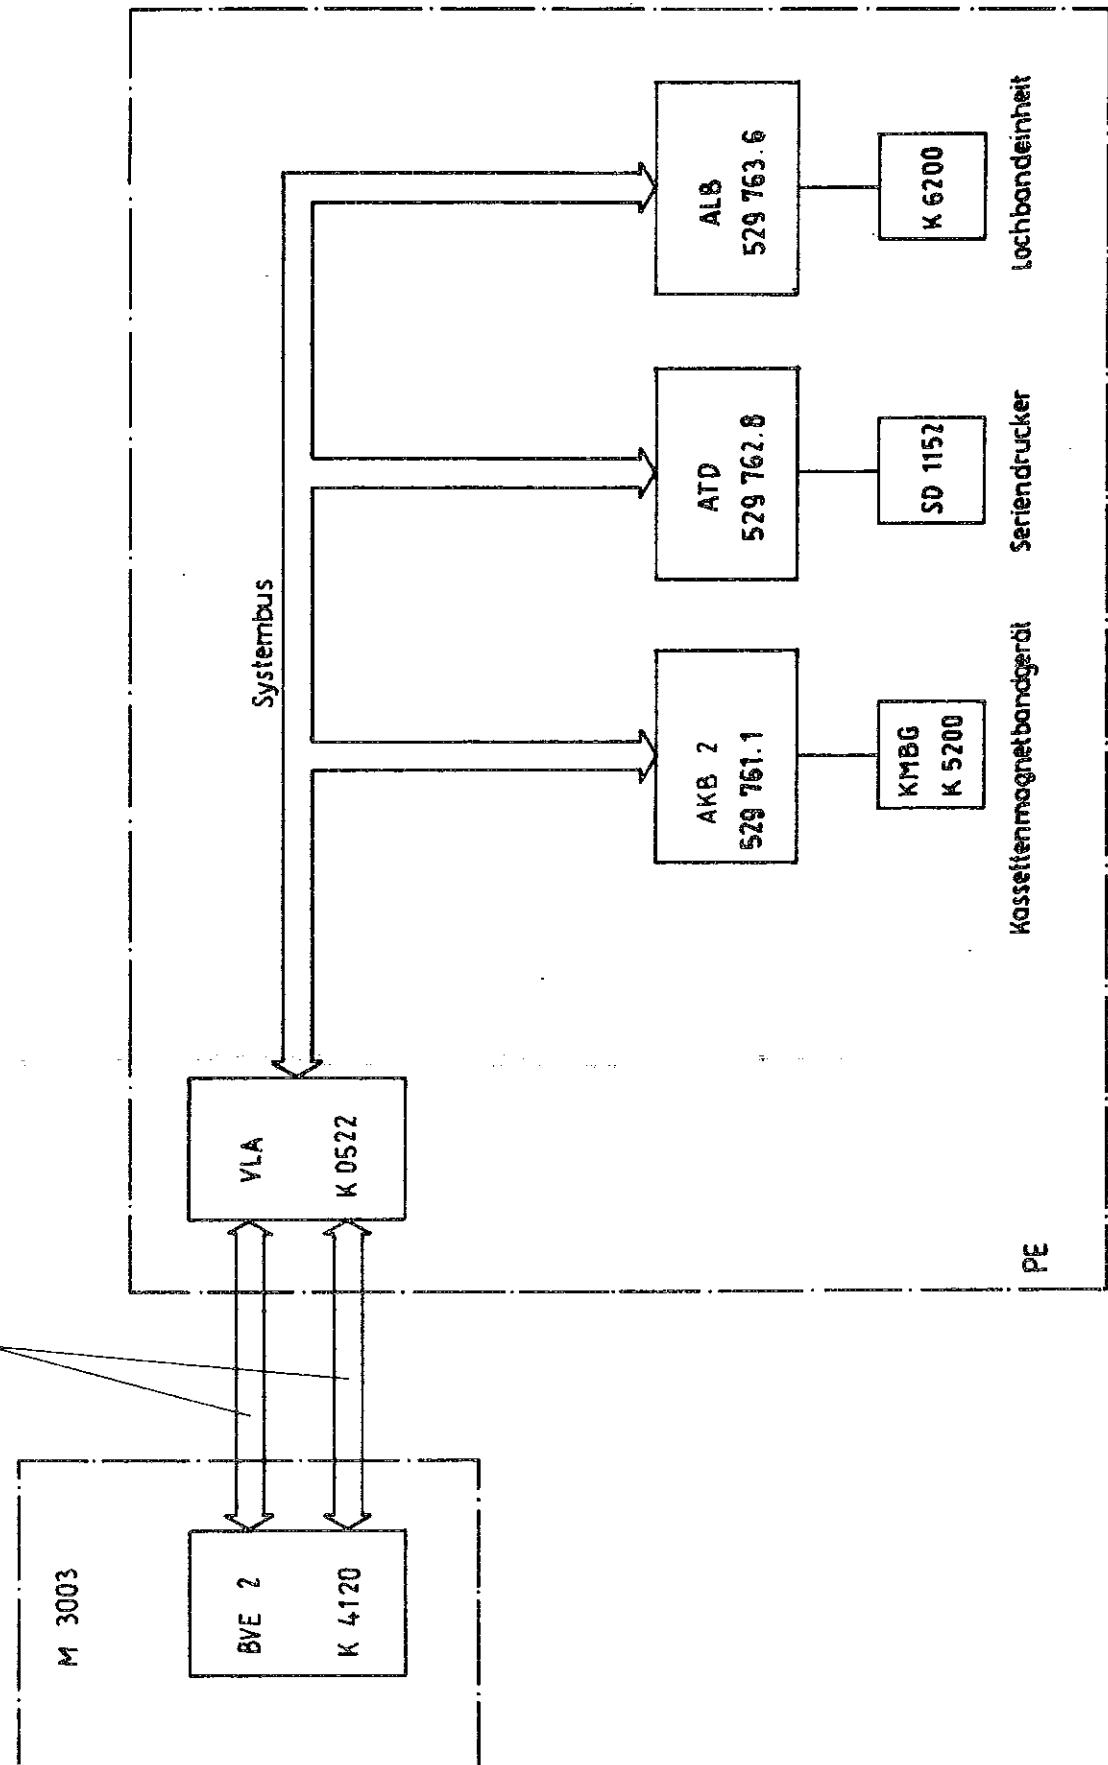

Bild 3 Prinzipschaltbild Peripherieerweiterung M 3501
Der prinzipielle Aufbau der PE M 3501 ist aus dem Prinzipschaltbild (Bild 3) ersichtlich. Im Automatenkern des Leiterkartentesters M 3003 ist auf einem dafür vorgesehenen Steckplatz die Busverstärkereinheit BVE2-K 4120 eingesetzt. Über zwei Verbindungskabel 1 LTG K 0251 und den Kabeladapter VLA K 0522 wird der Systembus der PE direkt an den Rechner K 1520 im M 3003 angekoppelt. Somit können Daten, Adressen und Steuersignale vom Automatenkern (AK) des M 3003 auch in der PE wirksam werden und die entsprechenden peripheren Geräte ansteuern. Die Baugruppen Anschlußsteuerung für Kassettenmagnetbandgeräte (AKB 2), für den Seriendrucker (ATD) und für die Lochbandeinheit (ALB) dienen zur elektronischen Anpassung des jeweiligen Gerätes an den Systembus. Außerdem wird auf diesen Baugruppen die Adressdekodierung vorgenommen. Die Adressen der einzelnen Geräte sind für das Programm bereits festgelegt und dürfen nicht mehr verändert werden.